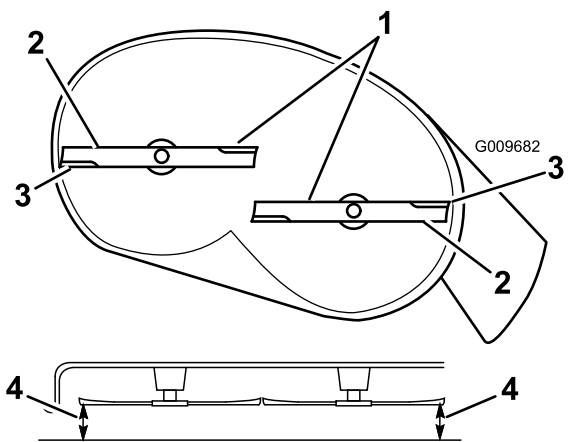
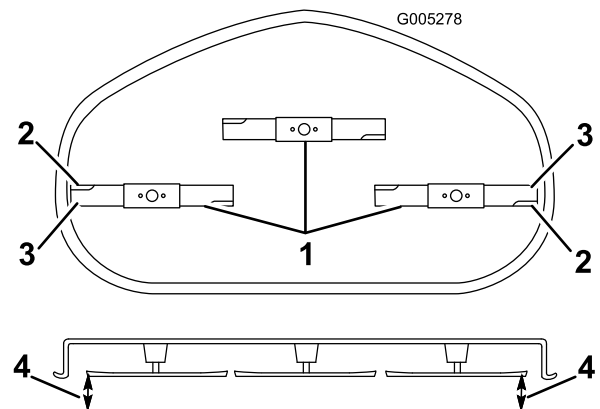

Bild 69
Bild 70
4. Drehen Sie die Messer vorsichtig, sodass sie alle seitlich gestellt sind (Bild 69 und Bild 70).
5. Messen Sie den Abstand zwischen den äußeren Schnittkanten und der ebenen Oberfläche (Bild 69 und Bild 70).